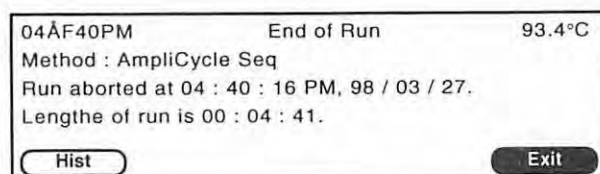

Fig. 3-15 ストッププランスクリーン
3. **STOP** を再び押してください。これでメソッドファイルが停止してストッププランスクリーン(Fig. 3-15)が表示されます。
1. ストップランスクリーン(Fig. 3-15)またはラン終了スクリーン(Fig. 3-16)から、**F1** -Histを押してください。ヒストリーファイルスクリーン(Fig. 3-17)が表示されます。